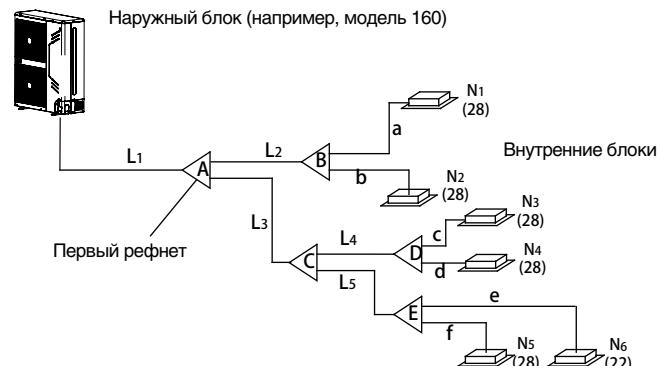

Рис. 4-5
- Пример 1. На рис. 4-5 наиболее удаленные внутренние блоки линии L2, их общая производительность $28 \times 2 = 56$, см. табл. 4-4, размеры трубы газовой линии/жидкостной трубы – $\varnothing 15,9/\varnothing 9,52$ мм.